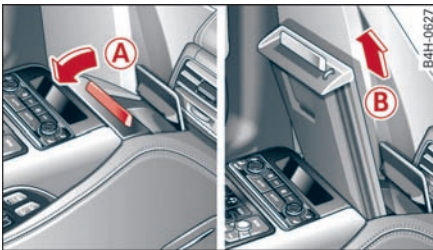

图 76 后座中控台：开出折叠桌
- ▶ 向下拉手柄 Ⓐ ⇒ 图 76。折叠桌自行开出一大截 ⇒ Ⓐ。